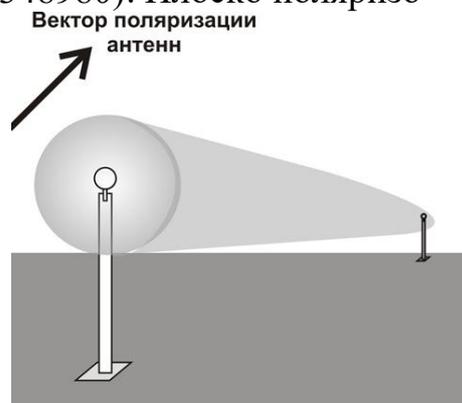

Рис.6.2
6.1.1.2 Установка БПРМ и БПРД вертикально относительно поверхности земли (рис. 6.2) соответствует наклонной ориентации вектора поляризации антенн. Принцип работы извещателя